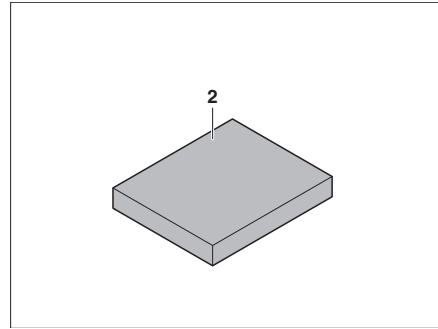

Fig. 151 Coussin supplémentaire
- Placer le coussin supplémentaire (Fig. 151,2) au milieu sur la table.